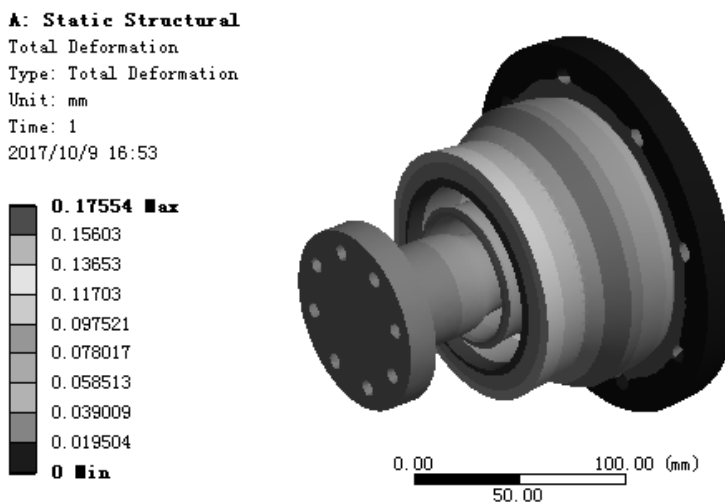

图 9.6.19 位移变形结果图解
(3) 查看位移变形结果图解。在“Outline”窗口中选中  Total Deformation，查看图 9.6.19 所示的位移变形结果，其最大位移为 0.17554 mm。